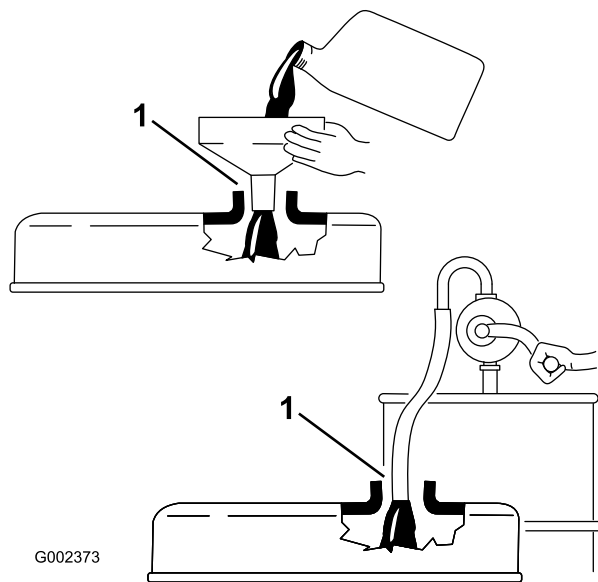

Figura 44
3. Si el nivel de aceite es bajo, retire el tapón de llenado (Figura 44) y añada aceite suficiente para que el nivel de aceite llegue a la marca Lleno de la varilla.
Importante: Cuando se añade o se carga aceite, debe haber una holgura entre el dispositivo de llenado de aceite y el taladro de llenado de aceite en la cubierta de la válvula, como se muestra en Figura 44. Esta holgura es necesaria para la ventilación durante el llenado, lo cual evita que el aceite exceda el respiradero.